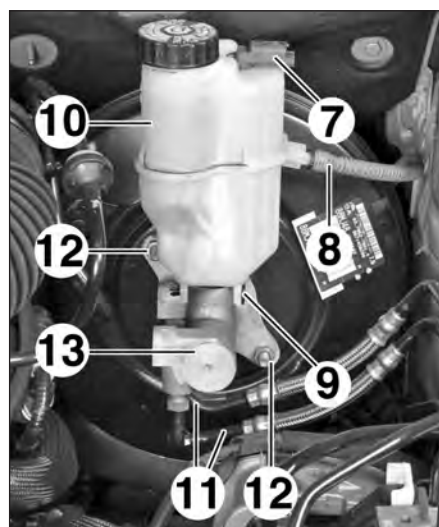

FIG.22
- le connecteur (7) (Fig.22),
- le tuyau (8) d'alimentation du circuit hydraulique d'embrayage.